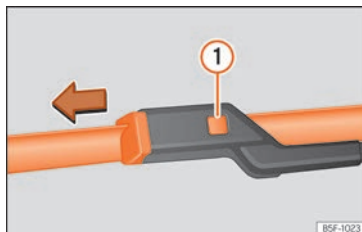

Fig. 159 Cambio de las escobillas del limpiaparabrisas.
- Mantenga presionada la tecla de desbloqueo »» **fig. 159** ① tirando ligeramente de la escobilla en el sentido de la flecha.